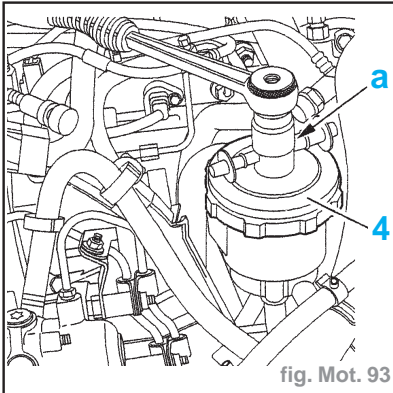

fig. Mot. 93
- Poser une douille de **22 mm** (en (a)) (fig. Mot. 93).
- Appliquer une pression sur le couvercle (4) et desserrer simultanément d'un quart de tour.